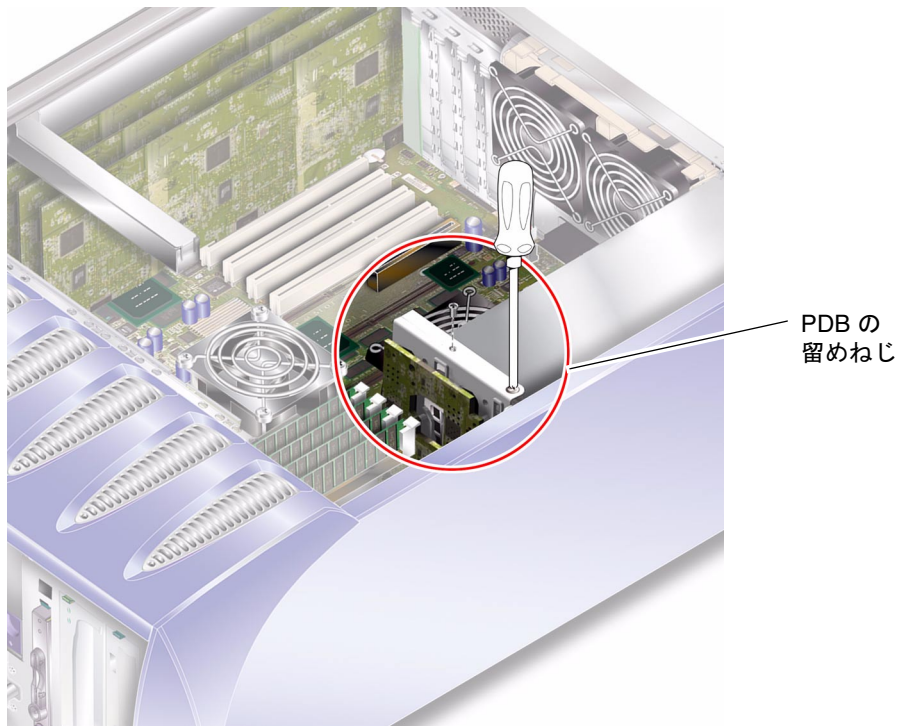

図 1-12 配電盤の留めねじ
7. PDB をシャーシに固定している 2 本のねじを外します。詳細は、図 1-12 を参照してください。